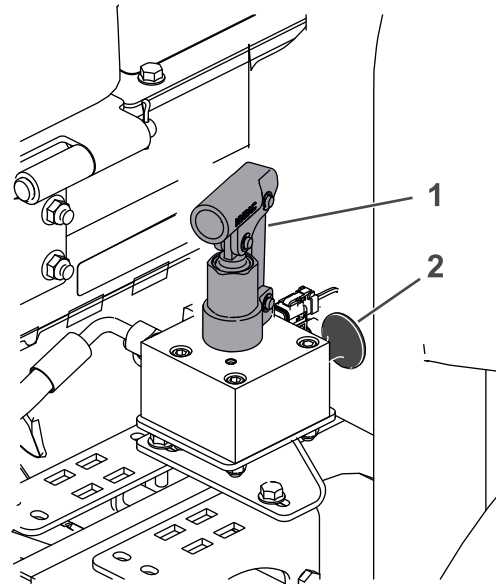

Figure 99
4. Localisez le collecteur de desserrage du frein près de la roue avant droite et derrière le réservoir de liquide hydraulique (Figure 99).